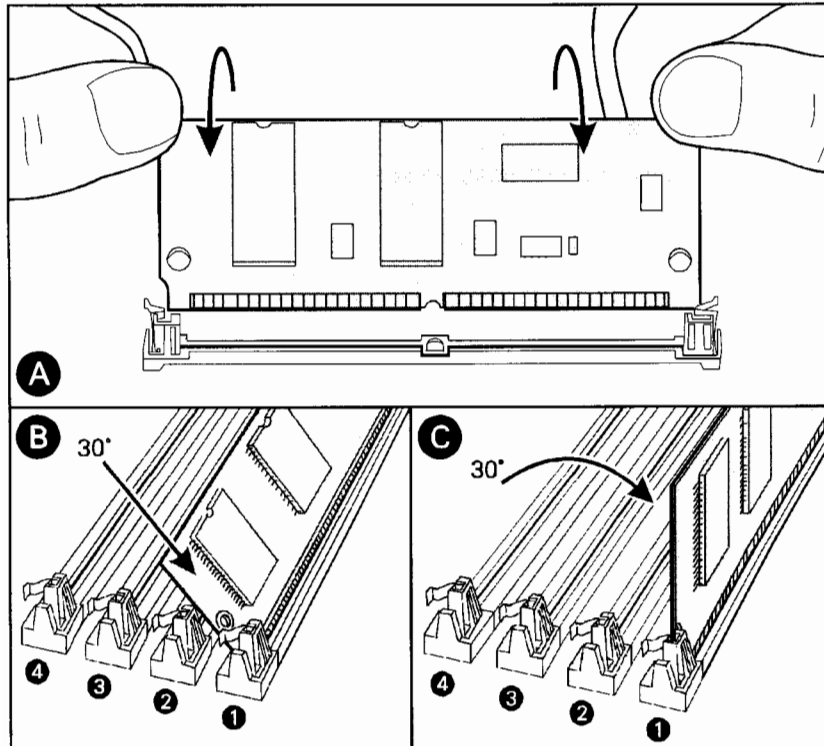

Figure 1-7. Installation de la carte
12. Tenez la carte en l'inclinant à 30 degrés et utilisez vos pouces pour la pousser *fermement* dans son logement comme illustré à la Figure 1-7. (L'illustration Ⓑ montre, en coupe, l'inclinaison de la carte lors de son insertion et l'illustration Ⓒ, son horizontalité lorsqu'elle est en place). Poussez la carte au fond du logement pour l'insérer à fond. Puis, abaissez-la à l'horizontale jusqu'à ce que les clips des bords du logement s'enfichent : vous devez sentir et entendre un déclic lorsque la carte se met en place.